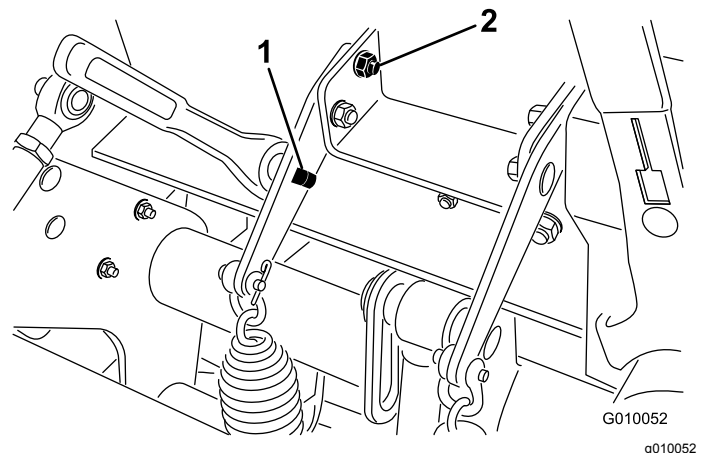

Bild 30
3. Setzen Sie einen 1/2"-Schlüssel oder ein Brecheisen in das rechteckige Loch in der Federplatte ein (Bild 30).